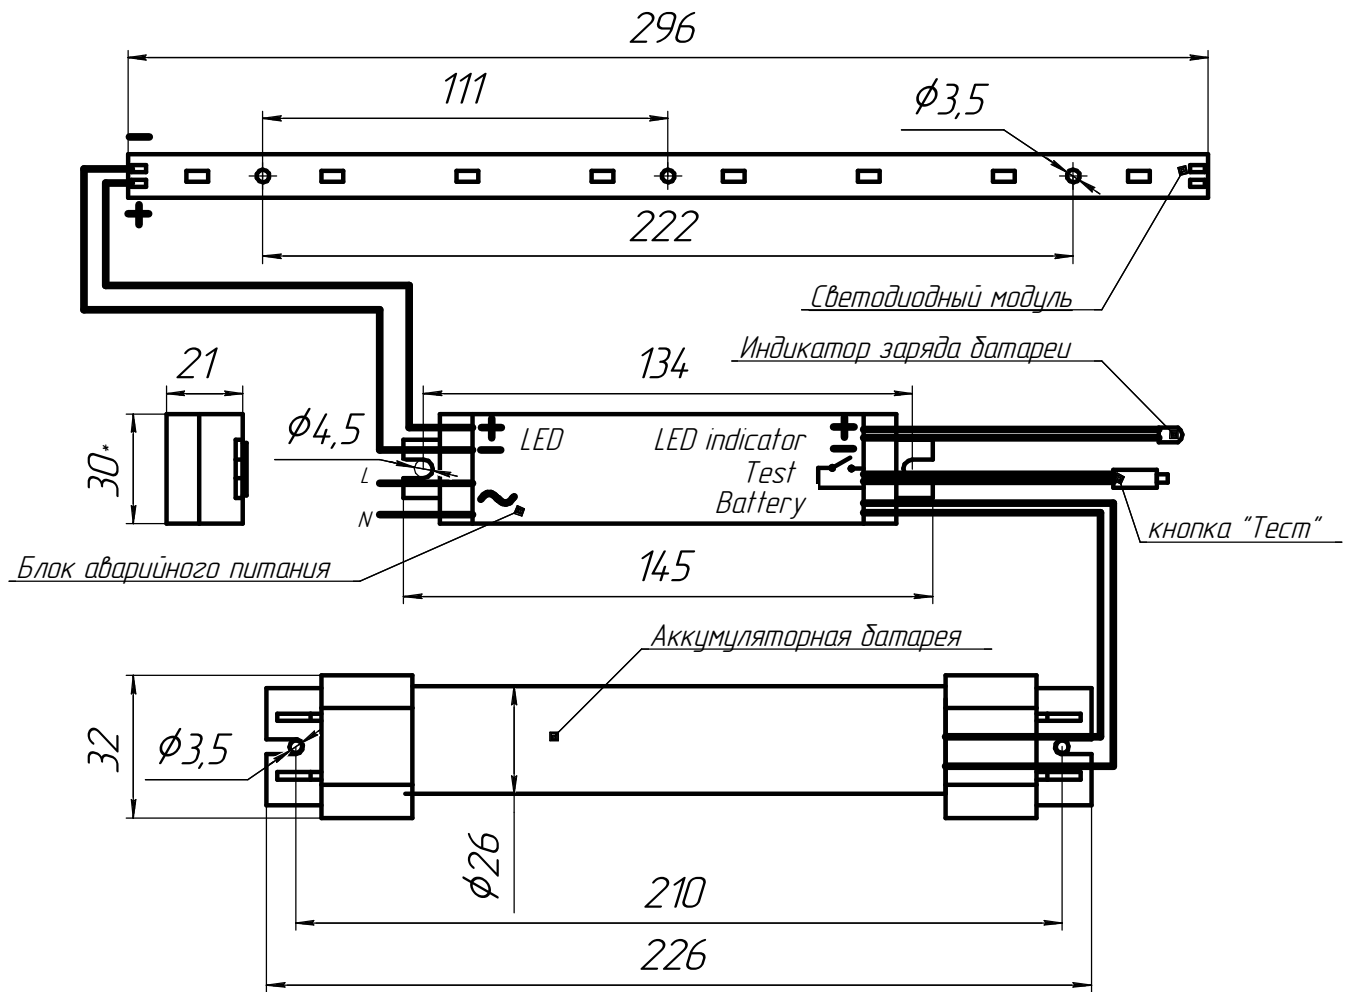

Рисунок 1 - Комплект блок аварийного питания ДБАП01;
4.2 Комплект блока аварийного питания, в соответствии с рис. 1 приложения А, состоит из блока аварийного питания, аккумуляторной батареи и светодиодного модуля.
6.4 Комплект блока аварийного питания крепиться внутри светильника. Крепление элементов комплекта блока аварийного питания возможно с помощью крепежных отверстий (см. рисунок 1) или двухстороннего скотча (имеется на каждом элементе комплекта). Пиктограмма "А" наносится снаружи светильника.